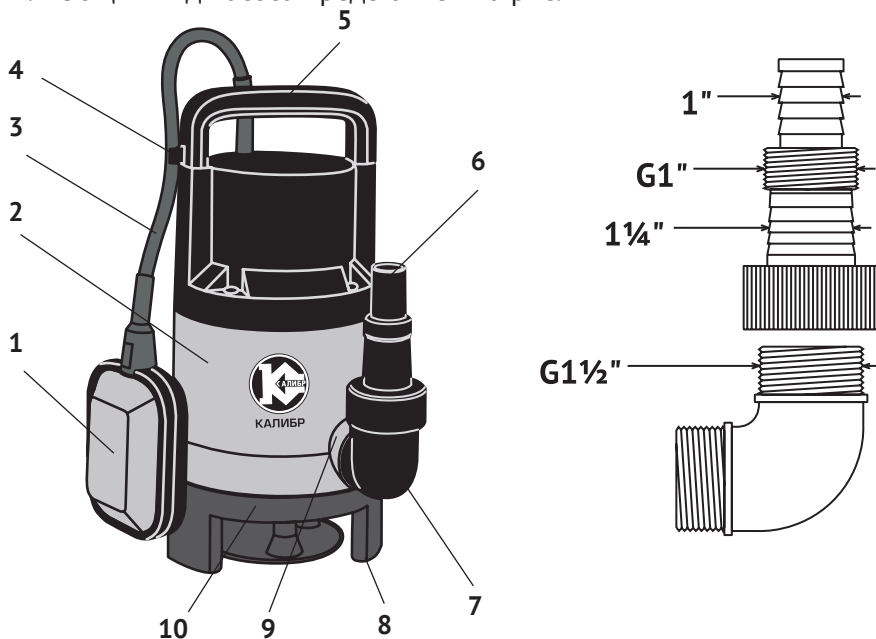

рис. 1
2.4 Общий вид насоса представлен на рис.1
2.5 Двигатель и насос расположены в пластиковом корпусе (рис.1 поз.2). Насос приводится в действие асинхронным двигателем переменного тока. Подключение насоса к сети осуществляется кабелем питания со штепсельной вилкой с заземляющим контактом. Насос начинает работу при подключении к сети питания.
4.2 Вкрутите в выходной патрубков (рис.1 поз.9) угловой патрубков (рис.1 поз.7) с предварительно прикрученным к нему выходным шту-
цером (рис.1 поз.6). Смонтируйте и присоедините к выходному штуцеру напорную магистраль.
4.4 Для установки других пределов регулировки, следует изменить вылет поплавка относительно места крепления (рис.1 поз.4) его кабеля на рукоятке (рис.1 поз.5). Проверьте, что уровень воды в пределах поля регулирования по отношению к перекачиваемому объёму, не потребует от насоса 30-ти и более выключений в час. Частые коммутации выключателя сокращают срок службы насоса.
4.5 Привяжите верёвку (трос) к ручке (рис.1 поз.5) насоса. Кабель питания можно закрепить на этой верёвке.